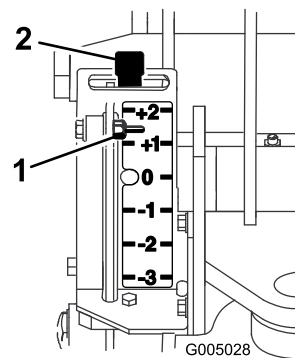
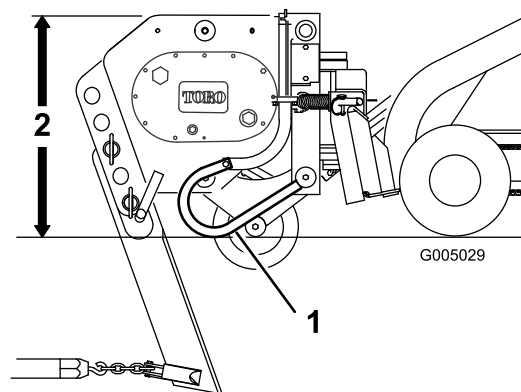

Figura 7
Figura 8
5. Inclinate completamente all'indietro la piastra dell'accessorio in modo che la sommità dell'interratubo sia parallela al suolo (Figura 8).
L'indicatore si trova sul lato sinistro dell'interratubo rivolto verso il trattorino. Un gruppo asta collega l'indicatore con il livello del terreno (Figura 8). Quando sollevate l'interratubo, l'indicatore si sposta verso il basso. Le tacche riportate sull'indicatore mostrano la variazione di profondità rispetto alla profondità massima a cui state eseguendo lo scavo (Figura 7). L'indicatore mostra un valore da +2 a -3. +2 sull'indicatore rappresenta una profondità di 5,0 cm sotto la nuda superficie e -3 sull'indicatore rappresenta una profondità di 7,6 cm sopra la nuda superficie. Lo 0 indica che non è applicato alcun offset alla profondità della lama.